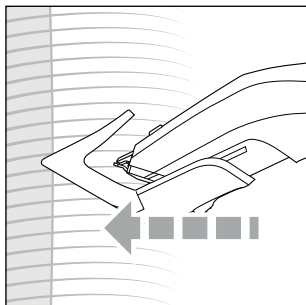

Fig. 7
- 2) Tenez l'appareil de telle manière que le sabot **10/11** ou la tête de coupe **1** soit le plus plat possible sur la tête et que la lame de coupe pointe vers le cuir chevelu (voir fig. 7). Passez l'appareil dans les cheveux de manière uniforme et dans un sens seulement, pour éviter que les cheveux ne s'accrochent dans la tête de coupe **1**.